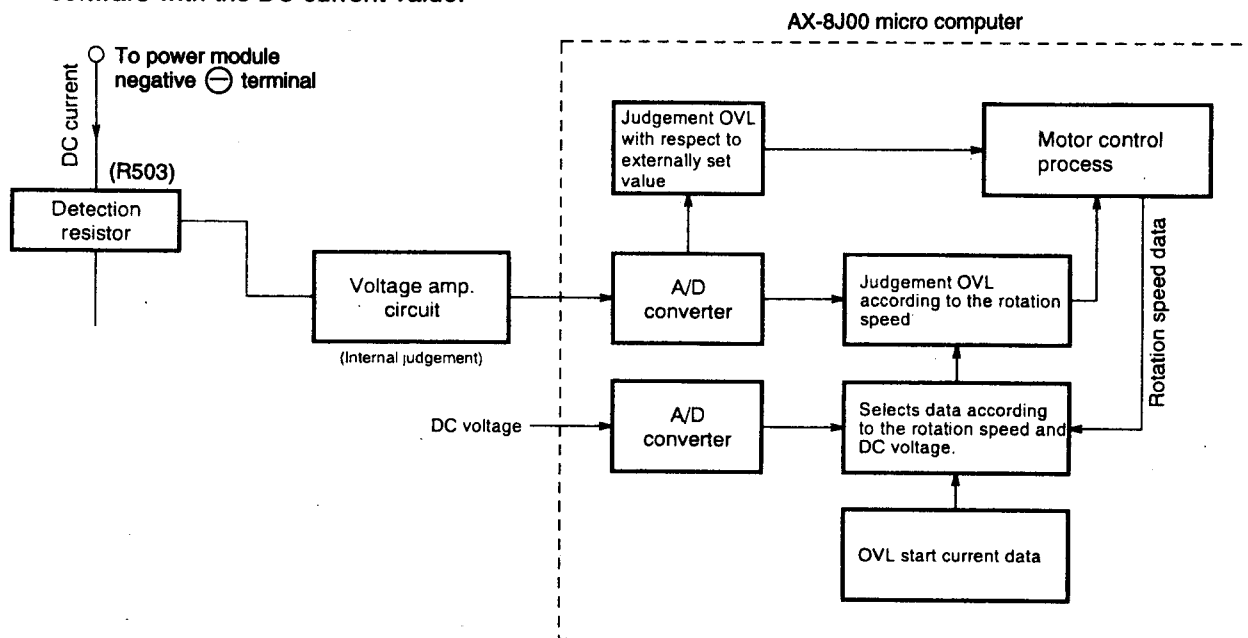
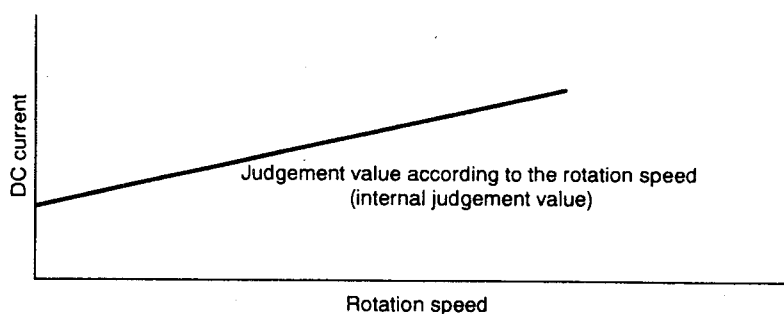

Fig. 8-4 Overload Control System Configuration
Fig. 8-5
- Falls ein Strom mit mehr als 28 A fließt, wie es in dem Diagramm dargestellt ist, wird die durch den Detektorwiderstand an Punkt A festgestellte Spannung an der positiven + Klemme des COM(2) eingegeben, und wenn diese die Spannung an der negativen - Klemme (eingestellter Wert) übersteigt wechselt die Ausgangsstiftspannung (an Punkt B) des COM(2) von "Lo" auf "Hi". Dadurch wird Q303 eingeschaltet und der Leistungsmodul-Schaltkreis wird über D4 und D2 gestoppt. Die Spannung an Punkt C wechselt von "Hi" auf "Lo" und das Ip-Signal wird an den Stift 71 des Mikrocomputers geliefert, wodurch der Inverter gestoppt wird.
- Der Mikrocomputer schaltet den Stift 29 von "Hi" auf "Lo" um, nachdem das Antriebssignal stoppt, um die Speicherfunktion des COM(2) freizugeben und an den anfänglichen Status zurückzukehren.
(2) Overload control circuit (OVL control circuit)
- Fig. 8-4 shows the overload control system configuration and Fig. 8-5 is a characteristic diagram of overload judgement values. There are two judgement methods-external judgement which compares the externally set value with the DC current value regardless of the rotation speed and internal judgement which compares the set value that varies according to the rotation speed programmed in the micro computer software with the DC current value.